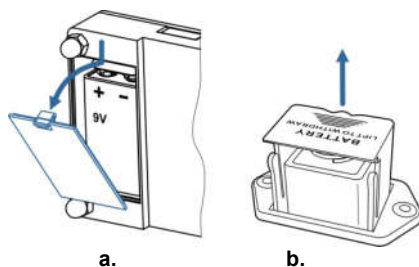

Fig. 5.1
- Drehen Sie den Klappgriff (2) binnen 5 Sekunden im Uhrzeigersinn nach rechts.
- Nehmen Sie die Batterie von den Kontakten und tauschen Sie die Batterie an der Türinnenseite (siehe Fig. 5.1).